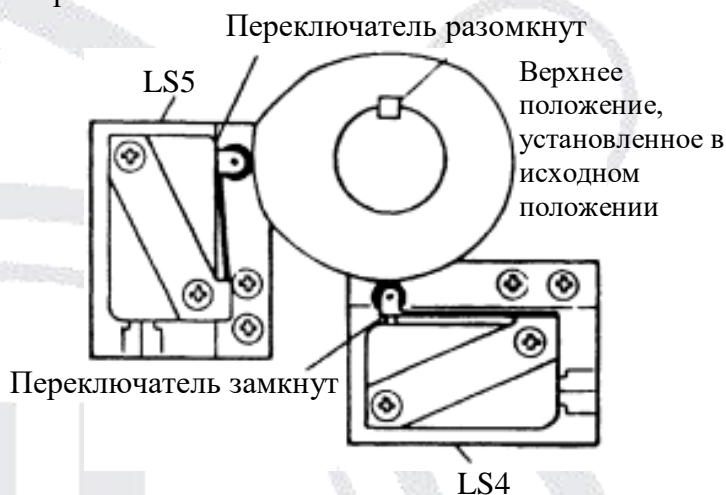

Рис. 22
установите LS4 и LS5, как показано на Рис. 22. При правильной установке затяните крепежные винты.
**Решение:** 1. Отрегулируйте зазор LS5 относительно кулачка переключателя. Рис. 22. 2. Замените LS5. 3. Отрегулируйте LS3, если необходимо, чтобы головка остановилась в исходном положении.